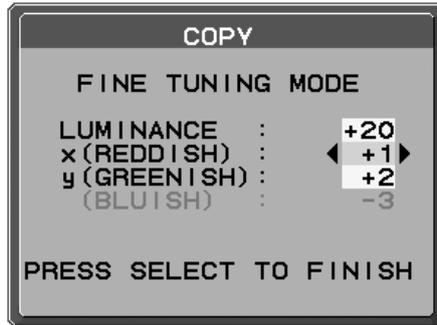

Figure C.6
10. Lorsque le message MODE DE MISE AU POINT FINE (**Figure C.6**) s'affiche, appuyez sur SELECT si le résultat obtenu vous convient. Sinon, procédez manuellement à l'ajustement du point blanc à l'aide des boutons « GAUCHE » et « DROITE », et appuyez sur SELECT.